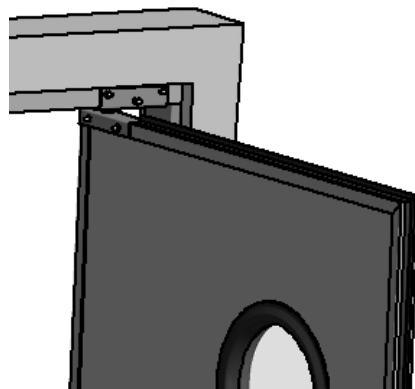

Рисунок 10
- 5.5 Вставив нижнюю опору петли в дверное полотно и повернув полотно перпендикулярно раме, завести верхнюю часть полотна в подвесную часть петли (рис.10).